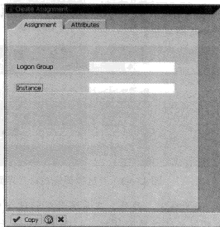

图 13-40 登录组创建界面
STEP 2 单击“”按钮，可以创建新的登录组，如图13-40所示。在“Logon Group”栏输入新建的登录组名，然后在“Instance”栏中选择对应的对象。